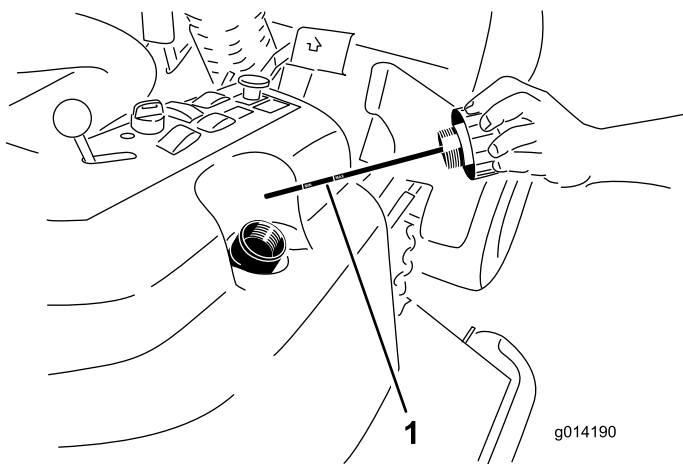

Figura 52
- Retire o tampão de enchimento hidráulico (Figura 52) do tubo de enchimento.
- Retire a vareta e limpe-a com um pano limpo (Figura 52).
- Coloque a vareta no tubo de enchimento, retire-a e verifique o nível de fluido (Figura 52).